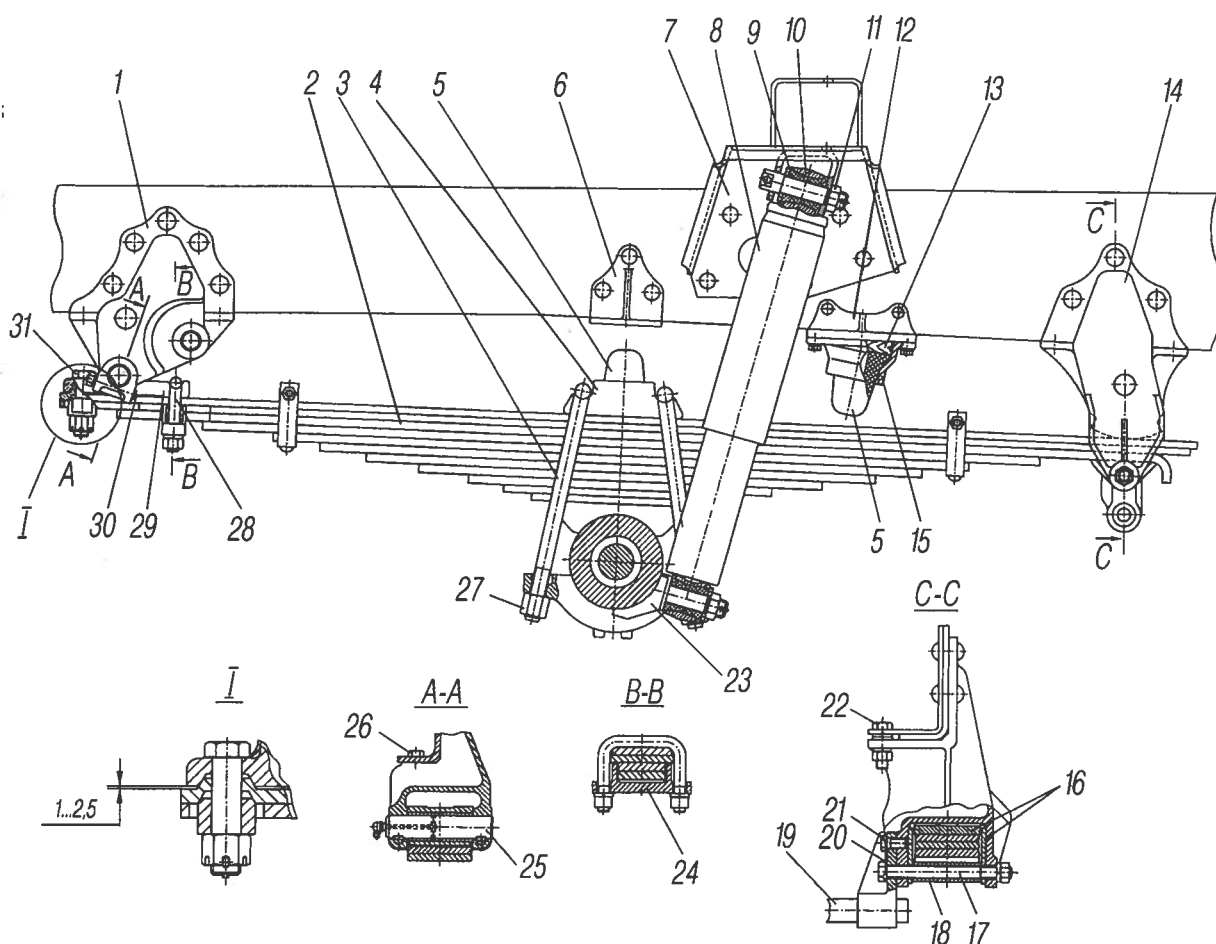

Рис. 40. Подвеска передняя:
**Передняя подвеска** (рис. 40) состоит из двух продольных полуэллиптических рессор, работающих совместно с гидравлическими амортизаторами телескопического типа двухстороннего действия. Верхние проушины амортизаторов через резиновые втулки прикреплены к кронштейнам 7, прикрепленным к лонжеронам рамы, нижние проушины — к кронштейнам 23, приваренным к картеру моста.
Гайки стремянки 28 (см.рис. 40) крепления накладного ушка передней рессоры затягивать на нагруженном автомобиле в следующем порядке: затянуть гайку на одной ветви стремянки ушка моментом 100–140 Н.м (10–14 кгс.м), затем гайку на второй ветви моментом 180–220 Н.м (18–22 кгс.м) и дотянуть этим же моментом первую гайку. Несоблюдение порядка затяжки гаек может привести к деформации накладки и стремянок ушка.